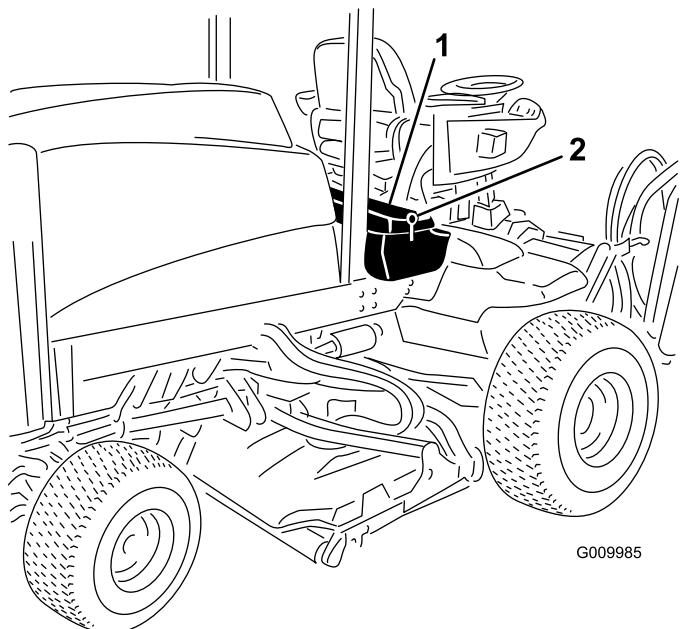
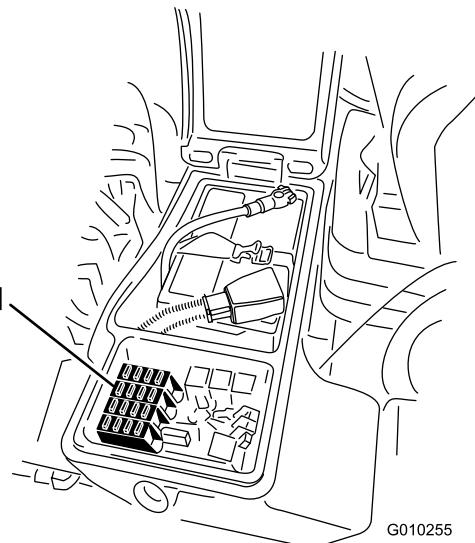

Figura 95
Figura 96
(Figura 95) per esporre il portafusibili (Figura 96).
2. Sostituite il fusibile aperto (o fusibili aperti) come opportuno (Figura 96).
3. Chiudete il coperchio del vano portaoggetti di destra e fissatelo con il dispositivo di chiusura (Figura 95).